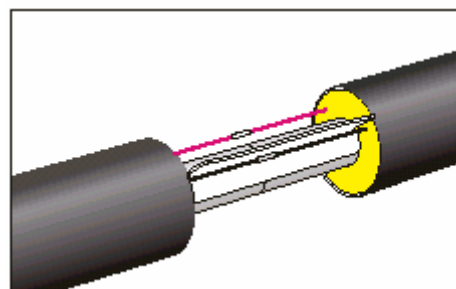
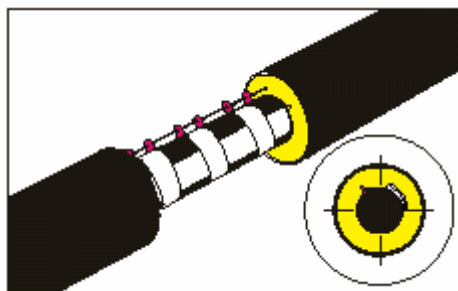

рис.14
рис.15
3.4.5 Луджений провід обгорнути фетром (А-1-01) (рис.14), мідний провід закріпити на тримачах проводів (А-1-03), після чого зафіксувати їх на сталевій трубі за допомогою клейкої паперової стрічки (А-1-07), (рис.15).